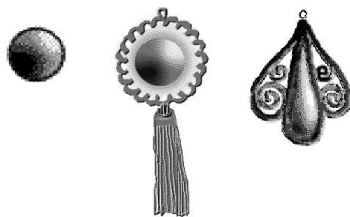

Рис. 3. Изделия с использованием термообработки
**Термообработка.** Толстая и жесткая кожа легко поддается термообработке. С помощью крупных пробойников вырезается несколько кружков кожи различного диаметра, затем их постепенно нагревают, в результате чего кружок равномерно выгнется вверх и примет полусферическую форму. Лакированная кожа выгибается быстрее обычной, но ее края часто желтеют. Выпуклые детали можно заполнить наполнителем, залить клеем и приклеить на любую поверхность (рис. 3).